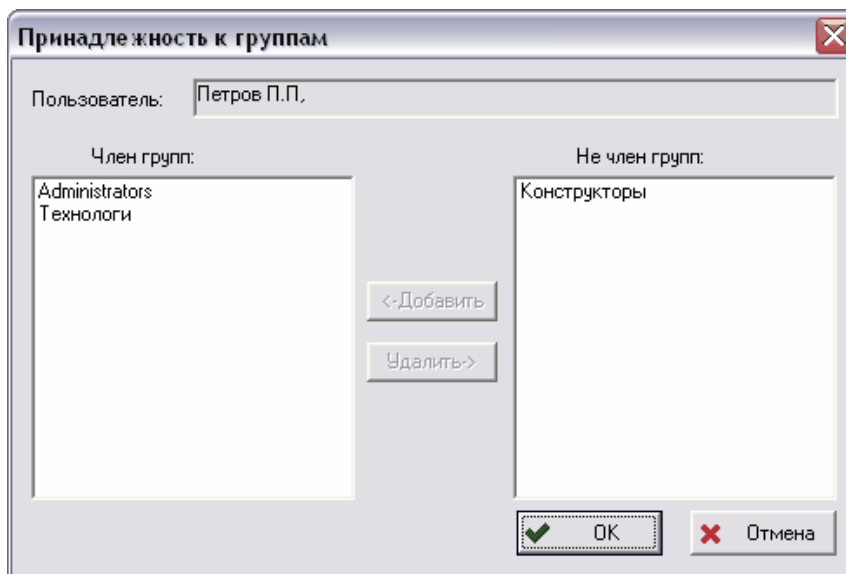

Рис. 20 Принадлежность к группам
7. Установите принадлежность к группам пользователей. Для этого в диалоговом окне **Новый пользователь** нажмите на кнопку  **Группы** (Рис. 18). В появившемся диалоговом окне переместите группы, в которые Вы хотите включить пользователя, в окно **Член групп**, а группы, в которые пользователь не входит, в окно **Не член групп**, используя кнопки  **<-Добавить** и  **Удалить->** (Рис. 20).